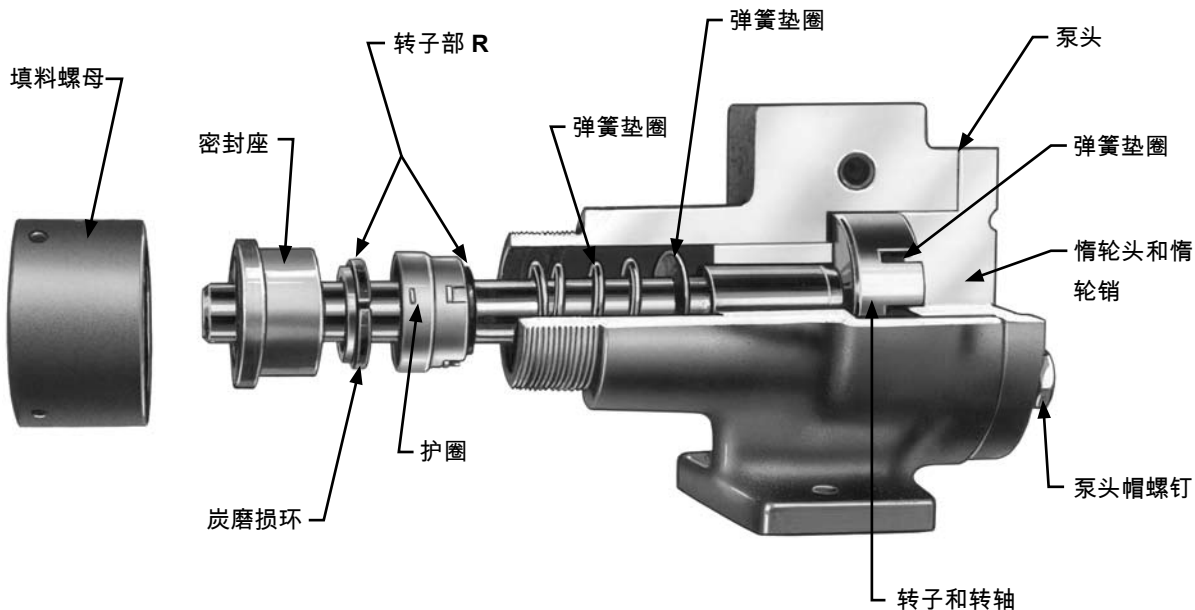

图 5
4. 在重新组装机密封的泵时，把弹簧垫圈和弹簧放在轴上，见第 4 页图 5。用轻质油涂抹轴及密封转子部的橡胶防尘罩内部。把转子部滑下泵轴。